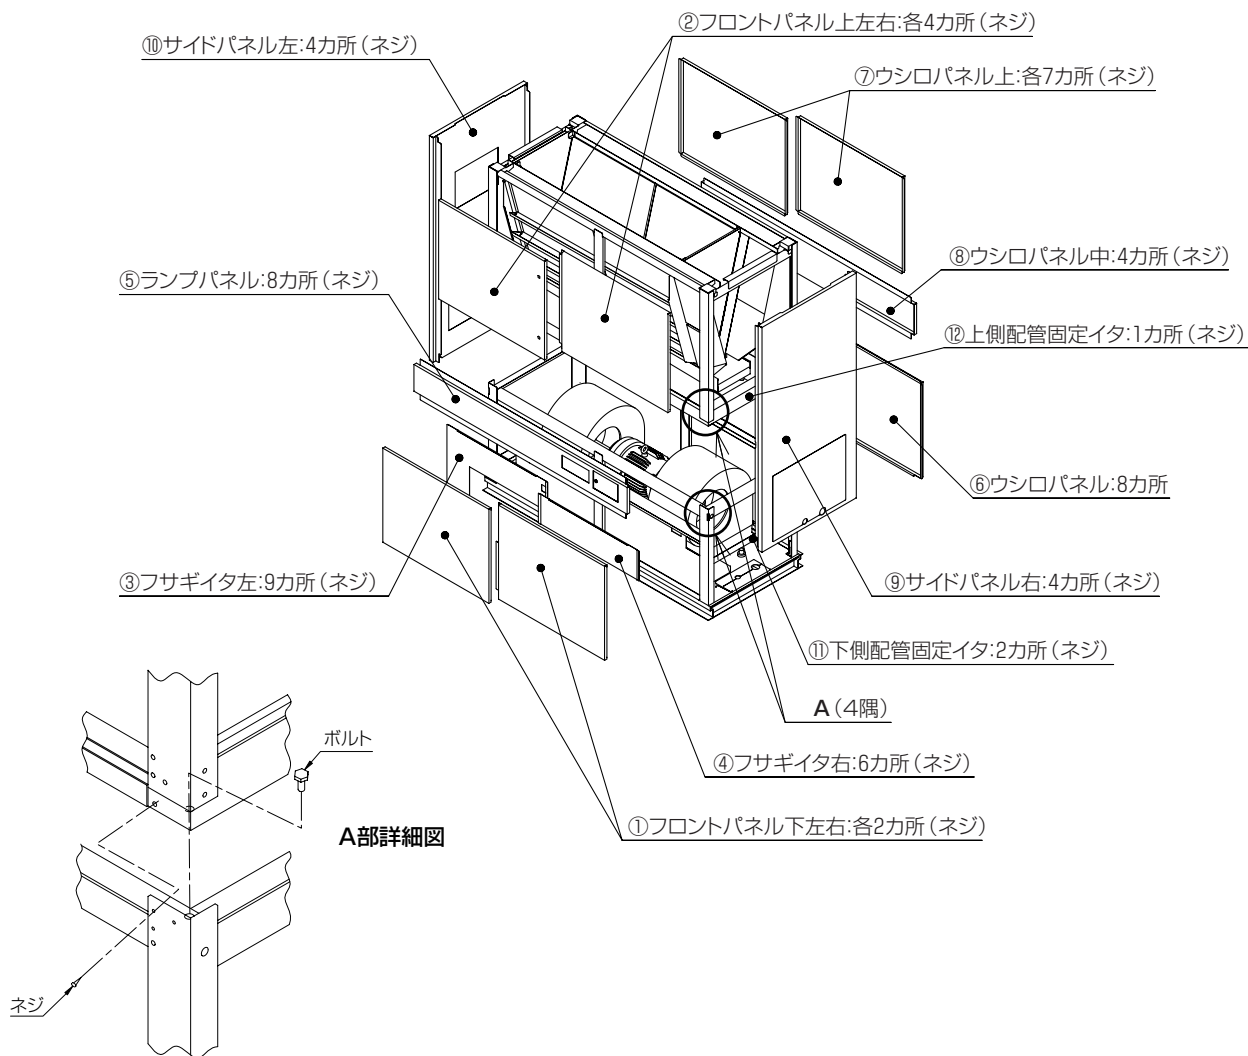

図1
- ・図1のA部で指示している部分のボルトおよびネジを外してください。(4隅)